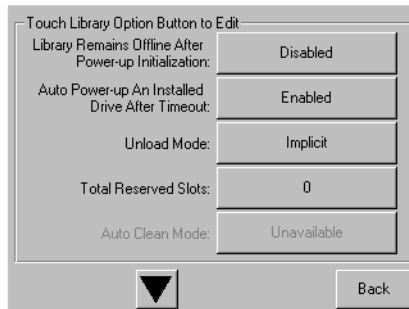

図3-6. [Total Reserved Slots]画面
2. ライブラリ オプション画面で[▼]を押して、[Total Reserved Slots]オプションが表示される画面まで移動します（図3-6を参照）。